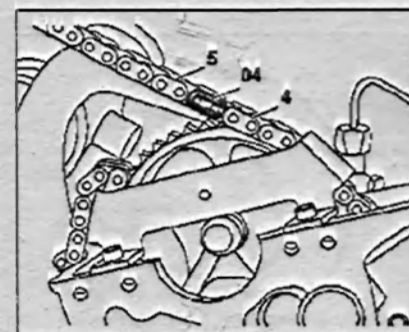

Рис. 4.44. Присоедините новую цепь 5 к старой цепи 4 с помощью соединительного звена 04 и закрепите их.
7. Присоедините новую цепь 5 к старой цепи 4 с помощью соединительного звена 04 и закрепите их (рис. 4.44).